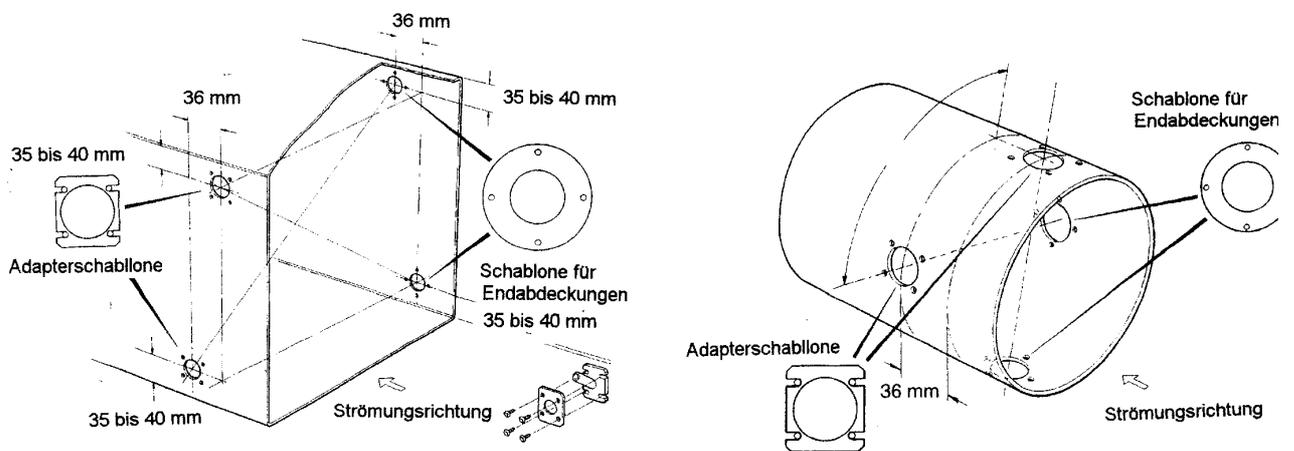

Abbildung 3 – Anordnung der Bohrungen (Maße in mm)
5.2 Die Volumenstrom-Messkreuze sind zum Einbau in die "kürzeren" Luftkanalseiten vorgesehen. Markieren Sie den Kanal gemäß den Maßen nach Abbildung 3, kleben die selbstklebenden Bohrschablonen auf die entsprechenden Stellen und bohren die notwendigen Löcher. Entgraten Sie anschließend sorgfältig.